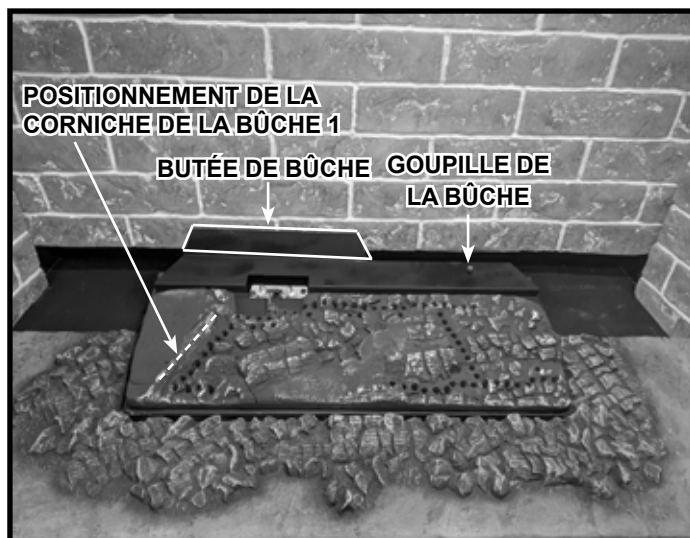
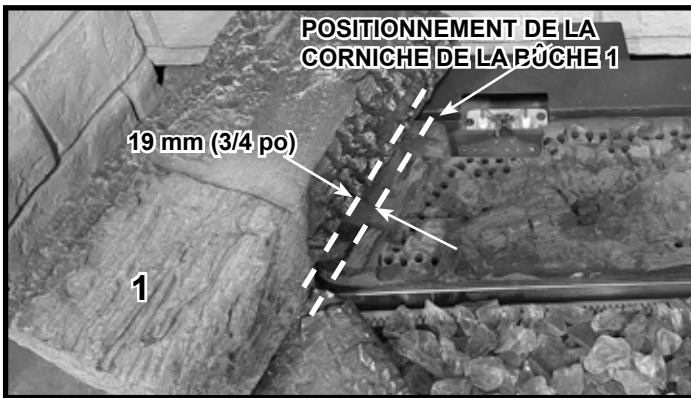

Figure 2 Caractéristiques de l'emplacement de la bûche
Figure 3.C Dégagement de la bûche n° 1 par rapport au rebord de positionnement de la bûche n° 1 (Modèles d'appareils 8KX-LP uniquement)
**REMARQUE** : Afin de simplifier le processus, identifiez formellement chacune des bûches avant de commencer l'installation. Voir la figure 1.A (BÛCHES-6K, BÛCHES-6KX) et la figure 1.B (BÛCHES-8K, BÛCHES-8KX), la figure 1.C (BÛCHES-6-BIR) et la figure 1.D (BÛCHES-8-BIR). Les bûches individuelles du jeu de bûches traditionnel et du jeu de bûches en bouleau se placent de la même manière. Les bûches traditionnelles sont représentées dans les figures. Les principales caractéristiques de l'emplacement de la bûche sont présentées dans la figure 2.
**Bûche n° 1** : Placez la bûche n° 1 le long de la corniche de positionnement des bûches référencée dans la figure 2. Faites glisser la bûche n° 1 vers l'arrière jusqu'à ce qu'elle entre en contact avec la butée contrôle.
**Bûche n° 2 :** positionnez l'extrémité droite de la bûche n° 2 contre la broche de la bûche comme indiqué sur la figure 4.A. Se référer à la figure 2 pour l'emplacement de la broche de la bûche. Placez la partie inférieure de la bûche sur le support à bûches et placez-la juste derrière le coude de retour du support à bûches. La face arrière de la bûche touchera le réfractaire arrière, si un réfractaire est installé. Placez l'extrémité gauche de la bûche sur la zone plate de la bûche n° 1, comme illustré à la figure 3.A.